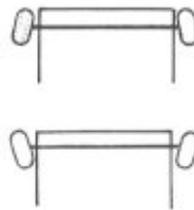

Fig. 8.
- **Convergencia o divergencia:** Según el vehículo sea de tracción o propulsión, respectivamente; se considera la mangueta y la prolongación del eje, esto es, que las ruedas no están completamente paralelas en reposo. La diferencia, suele ser de 2 mm. (Fig. 8).